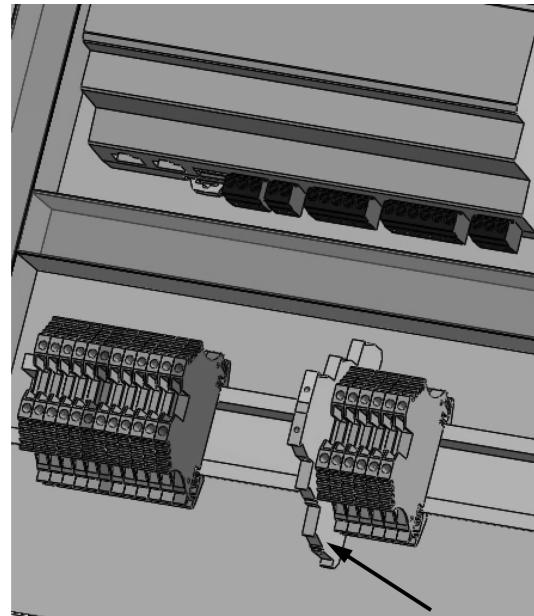

图 2-7 插入端子
**步骤 17 插入端子** 展开端子排 X2，端子 1。右击零件 870-553，单击【添加自文件】。浏览到 Lesson02\Case Study 文件夹，选择更新过的零件 870-553.SLDPRT，放置在端子排导轨的左侧，如图 2-7 所示。